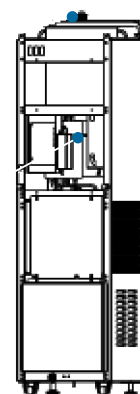

Figure 12 ·
5. Desserrez l'écrou de la lampe LED UV par le dessous avec une clé à molette, débranchez le connecteur de la lampe et retirez l'ancienne lampe LED UV (figure 12).